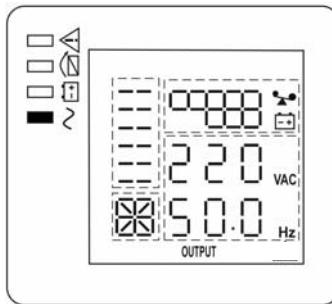

Рисунок 8 — состояние ЖК-дисплея и индикаторов в режиме «ОСНОВНОЙ»
- Включите изделие комбинацией кнопок + (см. п.1 таблицы 2). Изделие выполнит автоматическое самотестирование, определит качество входного сетевого напряжения и уровень нагрузки. Процесс самотестирования сопровождается последовательным включением/выключением всех индикаторов. После самотестирования изделие перейдет в режим «ОСНОВНОЙ» и продолжит заряд АКБ. Индикатор «БАЙПАС» погаснет, а индикатор «ИНВЕРТОР» включится (см. рисунок 8).
- Включите нагрузки. Если нагрузок много, необходимо включать их последовательно, одну за другой, на ЖК—дисплее отобразится уровень нагрузки (см. рисунок 8).
Вновь подать сетевое напряжение. Изделие должно автоматически перейти в режим «ОСНОВНОЙ» (см. рисунок 8), либо в режим «ЭКО», если параметр ЕСО включен (см. Приложение 2, описание настройки параметров изделия).